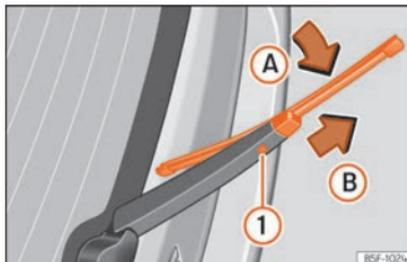

Fig. 42 Substituição da escova do limpador-vidros traseiro.
- Rode ligeiramente a escova »» Fig. 42 (seta A).
- Mantenha pressionado o botão de desbloqueio ① puxando pela escova no sentido da seta B.
- Introduza uma escova nova no braço limpa para-brisas **com o mesmo comprimento e características**, no sentido contrário à seta B até que encaixe o botão ①.